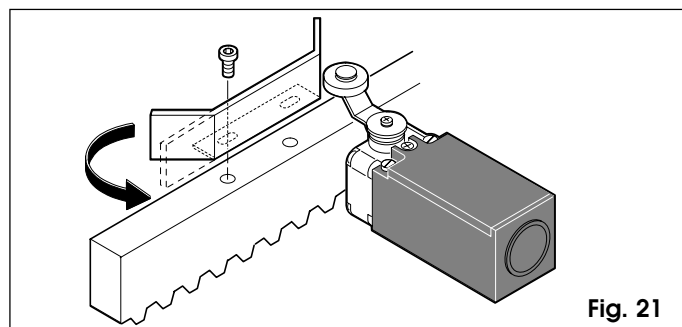

Fig. 21
El operador 884 está provisto de un fin de carrera electromecánico de palanca con rodillo, que manda la parada del movimiento de la cancela en el momento en que una pletina perfilada, fijada en la parte superior de la cremallera, acciona la pletina hasta que interviene el microinterruptor (fig.21).
Nota: las pletinas están preparadas para una posible fijación mediante tornillos (fig.21).
- a) La pletina debe activar el fin de carrera con la parte perfilada, tal y como se muestra en la fig.21.
- b) Para evitar que la pletina pueda superar el fin de carrera (frenado largo) se aconseja enderezar la parte perfilada final, como se muestra en la fig.21.
- Abrir la portezuela del cárter de protección mediante la llave triangular que se suministra de serie (ver la fig. 21).